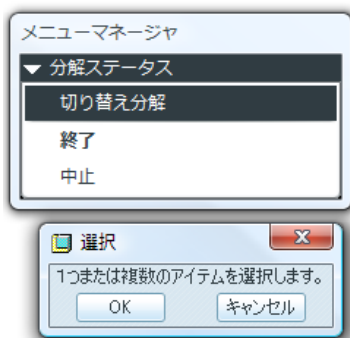

図 9-32 分解ステータス
- 分解タブをクリックし、「編集」⇒「分解ステータスを切り替える」を選択すると図 9-32 に示すダイアログボックスが表示される。